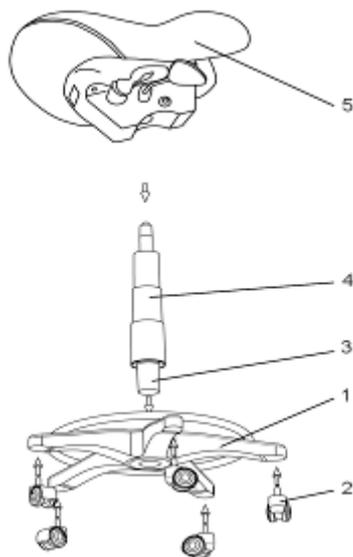

Рис. 8.37
- установите ролики поз.2 в крестовину поз.1, убедившись в том, что оси роликов зафиксировались (см. рис. 8.37);